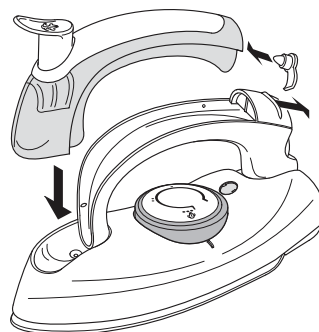

Abbildung 3: Wasserbehälter herausnehmen
2. Schieben Sie mit einer Hand den Verriegelungsschieber nach hinten und nehmen Sie mit der anderen Hand vorsichtig den Wasserbehälter vom Bügeleisen herunter (siehe Abbildung 3).